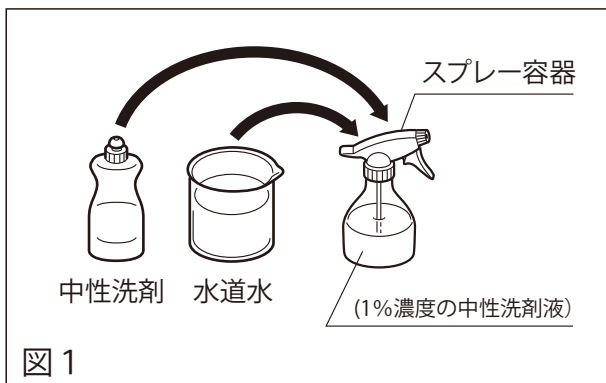

図 1
- 1) ドア内側の貼り付け面を 1%濃度の中性洗剤液を使用し、清掃してください。(図 1)